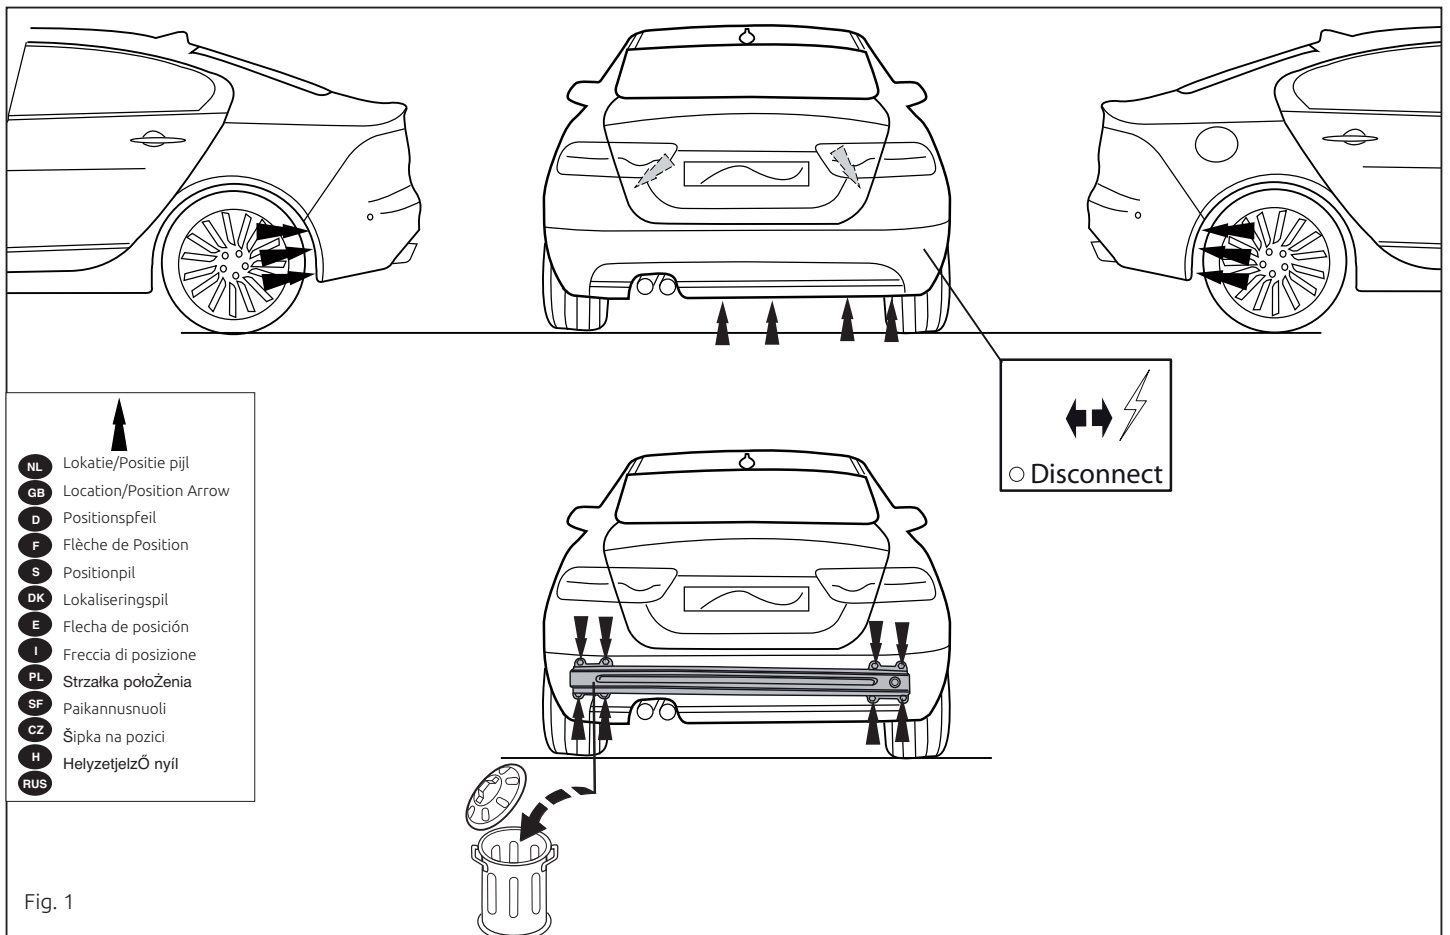

Fig. 1
1. Demonteer de bumper. (zie fig. 1)
2. Demonteer de stalen stootbalk van het voertuig, de stootbalk wordt niet meer gebruikt. (zie fig. 1)
1. Remove the bumper (see fig. 1).
2. Remove the steel buffer beam from the vehicle. The buffer beam will no longer be needed (see fig. 1).
1. Die Stoßstange abmontieren (siehe Abb. 1).
2. Die Stoßstange einschließlich des stählernen Stoßbalkens vom Fahrzeug abmontieren. Der Stoßbalken wird nicht mehr benötigt (siehe Abb. 1).
1. Démonter le pare-chocs (voir la fig.1).
2. Déposer le pare-chocs du véhicule y compris la traverse en acier ; la traverse ne sera plus utilisée (voir la fig.1).
1. Demontera stötfångaren (se fig. 1).
2. Demontera stötfångaren inklusive stötranden av stål från fordonet, stötranden förfaller (se fig. 1).
1. Demonter kofangeren (jævnfør fig. 1).
2. Demonter kofangeren, inklusive køretøjets stålstødbjælke. Denne bliver overflødig (jævnfør fig. 1).
1. Снять бампер (см. рис. 1).
2. Снять бампер вместе со стальным буферным брусом автомобиля; буферный брус больше не понадобится (см. рис. 1).